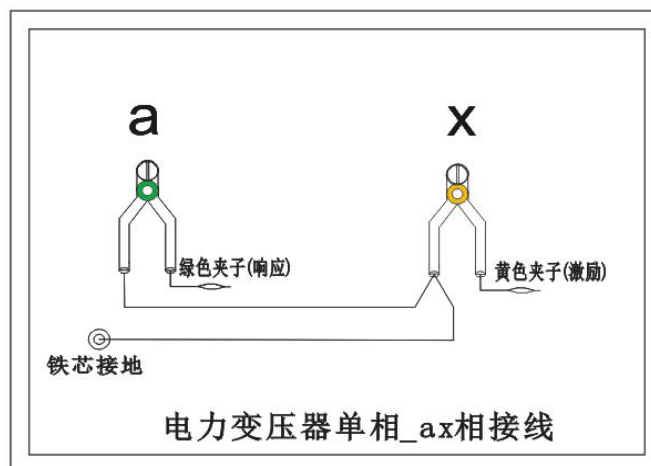

图 13
- 5.1.4 以上接线完成对单相 X 的测量接线，如图 13。